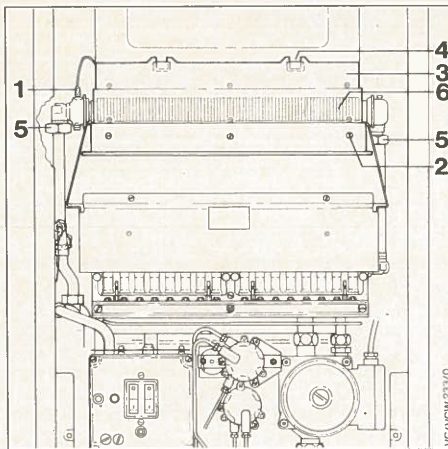

Fig. 19
- a) Togliere la sonda del limitatore di temperatura (1) fig. 19.
- b) Levare le n° 3 viti (2).
- c) Levare la lamiera di protezione (3), dalle guide (4) della cappa antivento.
- d) Allentare i raccordi (5) dello scambiatore.
- e) Estrarre lo scambiatore (6) facendolo scorrere sulle guide laterali.